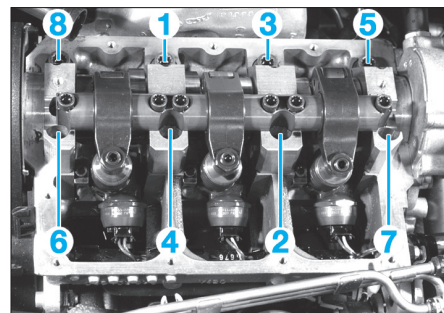

Fig. 35
- Desserrer, progressivement et dans l'ordre inverse du serrage prescrit, les vis de fixation de la culasse puis les dégager (Fig.35).
- Serrer les vis de culasse en respectant l'ordre et le couple de serrage prescrits (Fig.35).